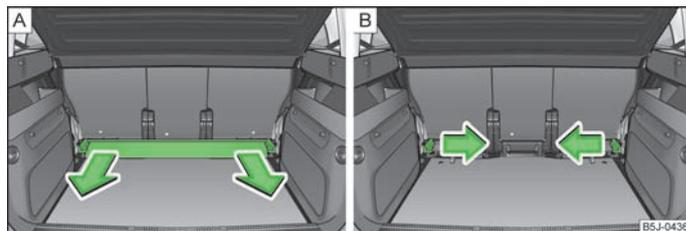

Fig. 50 Bagagliaio: estrazione della guida trasversale / estrazione dei cunei di fissaggio
- Afferrare la guida trasversale » fig. 50 - **A** ed estrarla tirando nella direzione indicata dalla freccia.
- Afferrare il cuneo di fissaggio » fig. 50 - **B** ed estrarlo tirando nella direzione indicata dalla freccia. Per lo smontaggio del cuneo di fissaggio sull'altro lato del bagagliaio, procedere allo stesso modo.